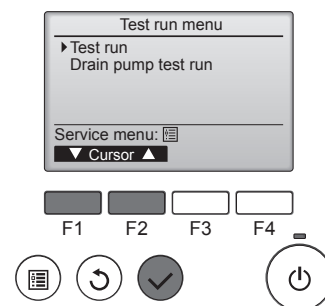

Fig. 8-2
- 2 Selezionare l'opzione "Test run" (Prova di funzionamento) dal relativo menu, quindi premere il pulsante [SCEGLI]. (Fig. 8-2)